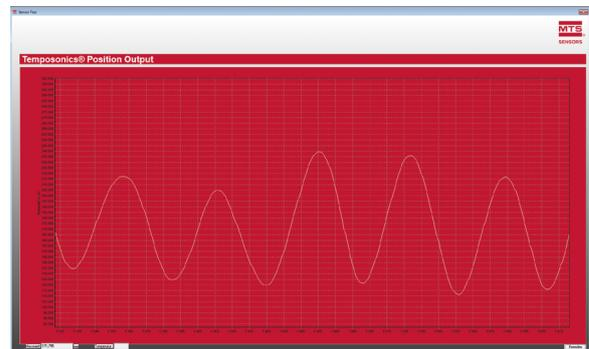

Abb. 31: Grafische Anzeige der Positionswerte über Test Sensor
- 2 Über **Test Sensor** wird die Position des Magneten grafisch dargestellt (Abb. 31).
- 9 Über den **UART Ergebniszähler** legen Sie fest, in welchen Abständen über die Funktion **Test Sensor** Abb. 31 (grafische Darstellung der Positionswerte) ein Positionswert ausgegeben wird. Bsp.: Bei Ergebniszähler 50 wird jede 50. Messung ausgegeben.